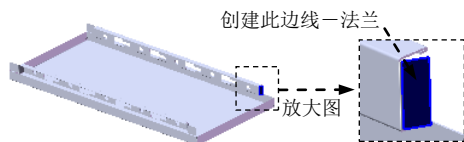
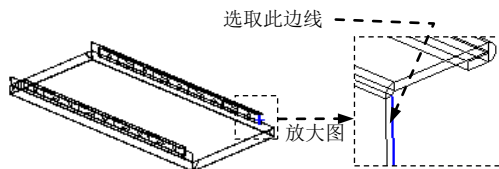

图 17.9.76 创建边线一法兰 21
图 17.9.77 定义特征的边线
Step35. 用相同的方法创建另一侧的边线法兰 21 (图 17.9.76), 边线法兰的边线如图 17.9.77 所示。详细操作过程参见 Step29。